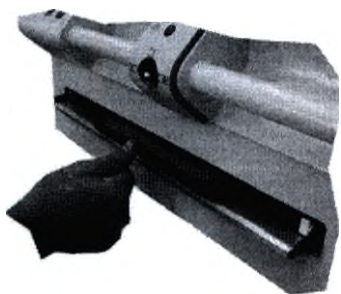
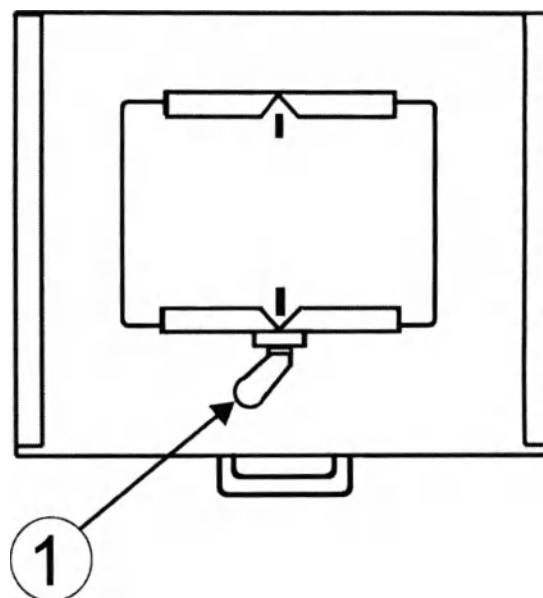

Рисунок 14
Рисунок 3
Загрузка кассеты в кассетодержатель выполняется через специальное отверстие, расположенное на передней стороне ЭСУ (рисунок 14).
- нажать клавишу 10, расположенную на основном пульте управления (рисунок 3) – кассетодержатель автоматически перемещается от позиции парковки в нужную позицию (рисунок 14);
Установка кассеты (рис. 3)
Установить кассету (рис. 3).